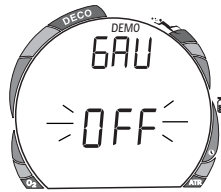

Fig. 95 - Einstellung Demo
- Drücken Sie kurz die linke Taste ("Weiter") um den SIM-Modus anzuwählen. **GAU** und **DEMO** erscheinen, **OFF** (oder ON) blinken (Abb. 95).